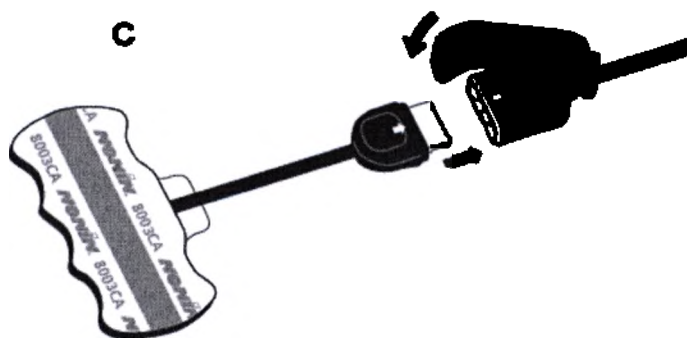

Рисунок 57. Изображение соединения датчика оксиметрии с кабелем датчика оксиметрии.
7. Подключение датчика. Датчик подключается к монитору через кабель датчика оксиметрии. Плотнo вставьте разъем кабеля датчика оксиметрии в преобразователь (любогo канала), а затем вставьте разъем датчика в разъем кабеля датчика оксиметрии (см. рисунок 57-С).